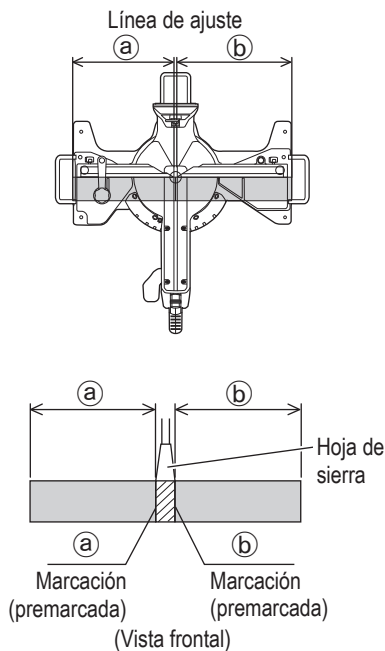

Fig. 33
- (1) Como se muestra en la Fig. 33, la anchura de la hoja de sierra es la de corte. Por lo tanto, deslice la pieza de trabajo hacia la derecha (vista desde la posición del operador) cuando desee la longitud (b), o hacia la izquierda cuando desee la longitud (a). Encienda la luz de trabajo LED, proyecte la sombra de la hoja sobre la pieza de trabajo y alinee el lado izquierdo o derecho de la sombra de la hoja con la línea de tinta de la pieza de trabajo.